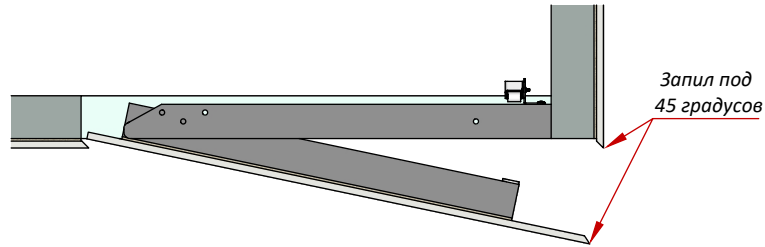

Рис. 19 (вид сверху)
1. Плитку на створке люка можно выпускать внахлест на стену со стороны замка, край этой плитки нужно сточить под углом 45°, так же как и край плитки примыкающий с перпендикулярной стены (Рис.19) для идеального углового стыка плиток.
3. Плитку на створке люка можно выпускать внахлест на стену со стороны замка, край этой плитки нужно сточить под углом 45°, так же как и край плитки примыкающий с перпендикулярной стены (Рис.19) для идеального углового стыка плиток.